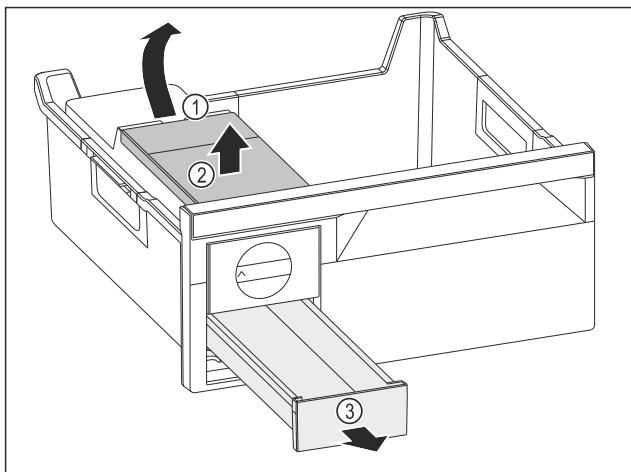

Fig. 90
- ▶ Изваждане на резервоара за вода: Повдигнете резервоара за вода при прореза Fig. 90 (1).
- ▶ Извадете резервоара за вода Fig. 90 (2) нагоре.
- ▶ Извадете чекмеджето за ледени кубчета Fig. 90 (3) напред.